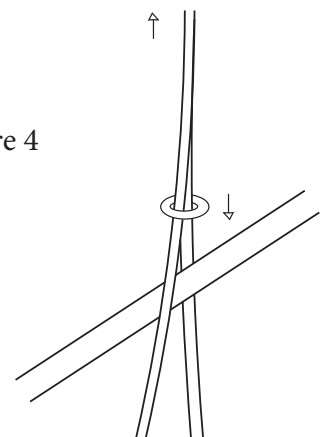

Figure 5
- Glisser la structure d'abat jour sur la tige jusqu'au joint de blocage. On peut régler la hauteur de l'abat jour en glissant l'anneau en silicone le long de la structure. Mettre les ampoules. (figure 5)